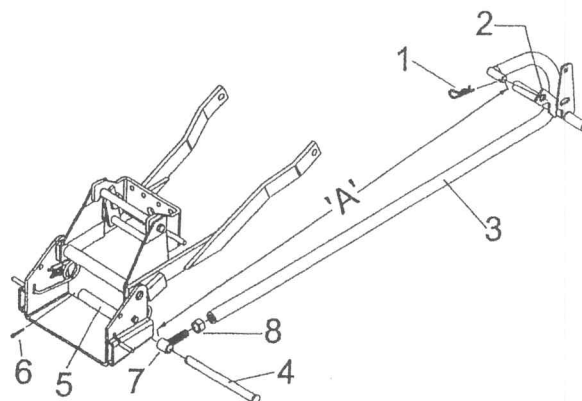

Figure 9
Installer la tige d'ajustement (fig. 9, item 7) en vissant un écrou hexagone de 5/8" sur la tige et la tige dans le bras de poussée (item 3). **Ajuster la longueur de bout en bout (dimension "A") à 36.50". Cette mesure doit être prise à partir de l'extérieur de la douille jusqu'à l'extérieur de la goupille.** Installer la partie arrière dans le trou (item 2) du fer plat soudé à la barre transversale du relevage sous le tracteur. Fixer avec une goupille à ressort 2.5 mm (item 1). Fixer la partie avant de la barre de poussée au support de pivot (item 5) avec la goupille (item 4) et une goupille fendue 5/32 x 1" (item 6). Tirer la partie arrière (par le bas) (item 3) complètement vers la droite et serrer l'écrou de blocage (item 8). Assurez-vous que le bras ne touche pas à la courroie en "V".
IMPORTANT: Tracteur avec relevage hydraulique: La souffleuse ne doit pas relevée plus haute que 4" du sol et devrait descendre approx. 3" plus bas que le sol lorsque la pression des pneus est ajustée en avant: 20 lbs/p.c. en arrière: 7 à 8 lbs/p.c. Pour obtenir cette hauteur d'ajustement, il se peut que vous deviez ajuster la barre de poussée (fig. 9, item 3). Il peut être nécessaire d'ajuster aussi la tige de relevage du tracteur (fig. 19, item 1) pour obtenir la course désirée. Voir section Dépannage pour ajustement.